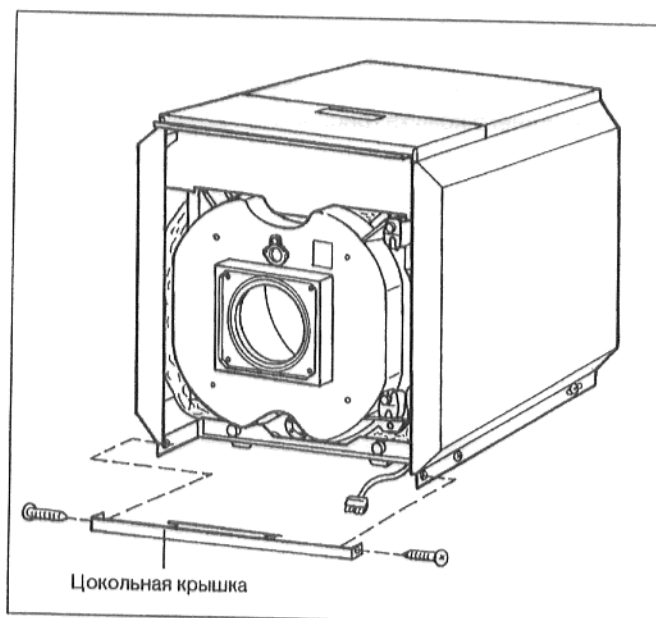

рис. 33
- Надеть цокольную крышку на нижние окантовки и привинтить сбоку винтами для листового металла (рис. 33).